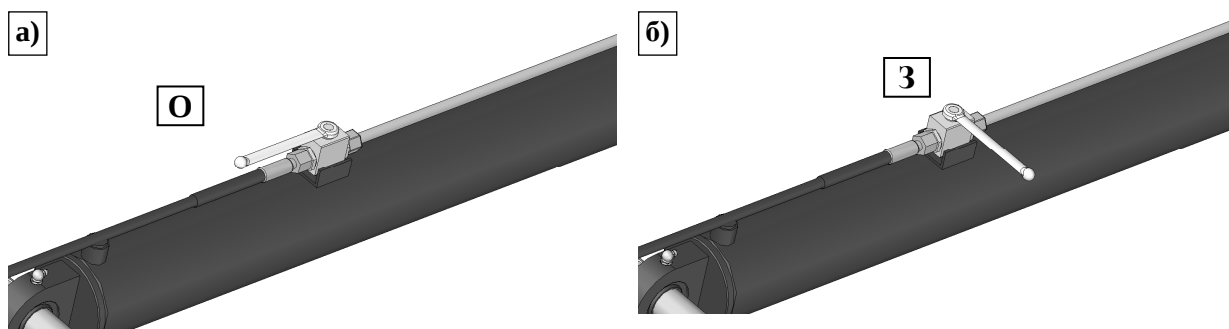

Рис. 22. Клапан сервомотора в позиции: а) открытой О (работа), б) закрытой З (транспортировка)
- обеспечить режущий блок перед падением закрывая блокировочные клапаны (**Рис. 22**) установлены на сервомоторах косилки.
Во время транспортовки рычаг блокировочного клапана безусловно должен находиться в позиции **З** – закрыт (**Рис. 22б**). Это защищает перед случайным разложением при сильном движении трактора и косилки – в крайнем случае может привести к разрыву гидравлических шлангов и стать причиной аварии.
- ❑ открыть блокировочный клапан на сервомоторе (**Рис. 22а**),